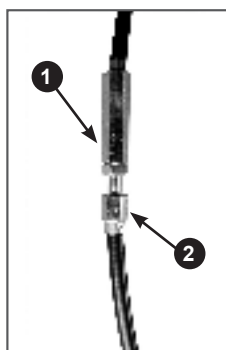

Рис. 42. Регулировка троса включения хода
1. Ослабьте контргайку 1 (Рис. 42).
2. Закрутите или открутите регулировочный винт 2 (Рис. 42).
3. Затяните контргайку 1 (Рис. 42).